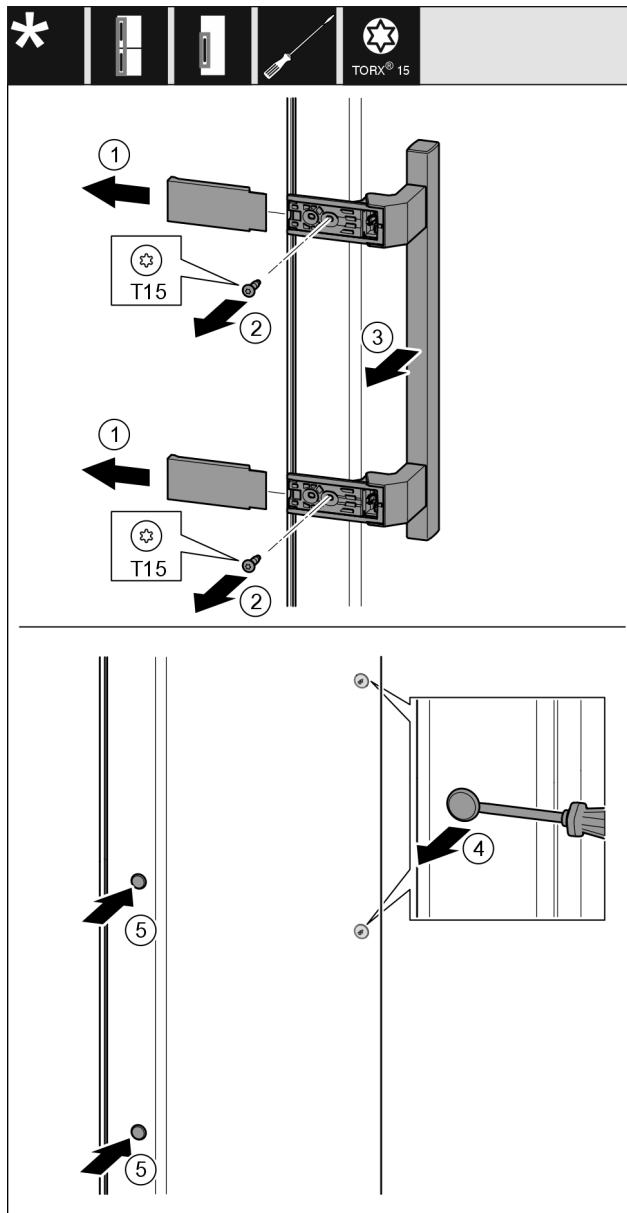

Fig. 19
- Stáhněte kryt Fig. 19 (1).
- Šroubovákem vyšroubujte šrouby Fig. 19 (2).
- Sejměte madlo Fig. 19 (3).
- Postranní zátku Fig. 19 (4) opatrně plochým šroubovákem nadzvedněte a vytáhněte.
- Zátku Fig. 19 (5) opět vložte na druhou stranu.